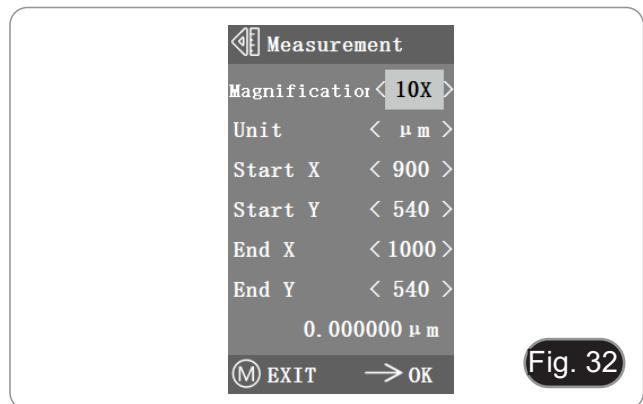

Fig. 32
- 3. Verschieben Sie den Anfangs- und Endpunkt der X- und Y-Position durch Drücken von ← und →: Die Messlänge wird in Echtzeit angezeigt. (Fig. 32)